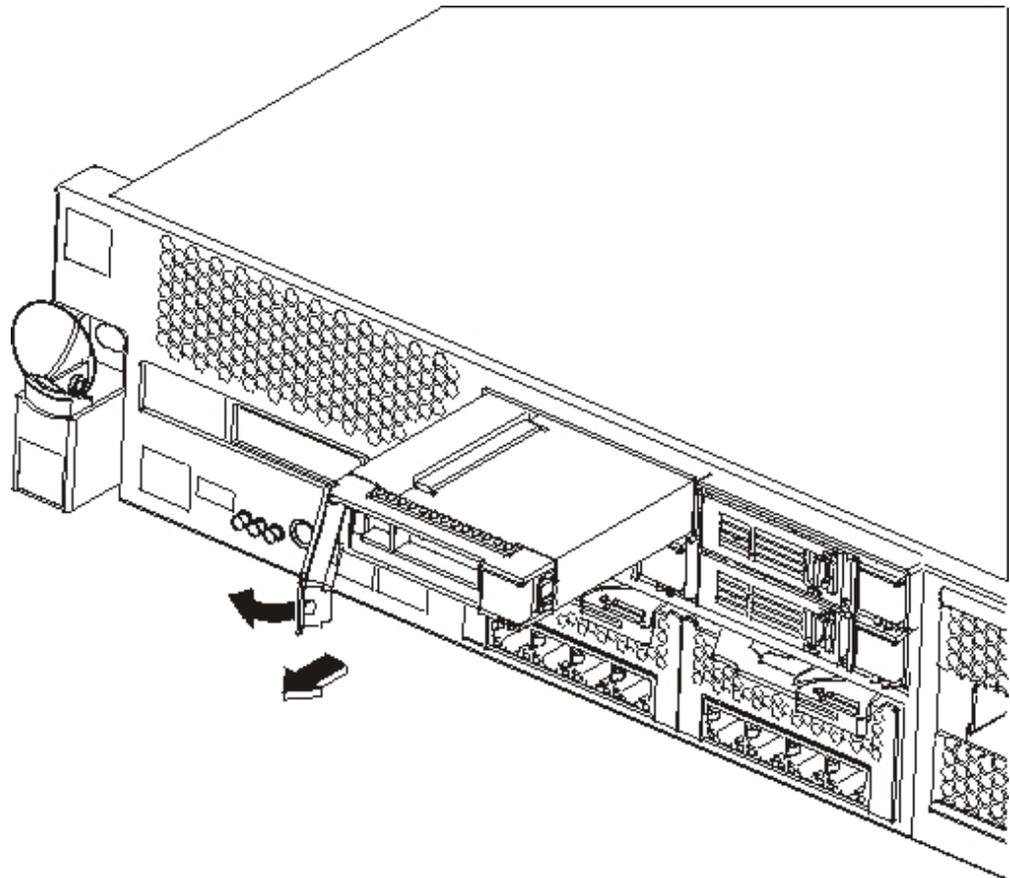

Abbildung 17. Festplattenlaufwerkmodul ausbauen (Typ 7199)
2. Drücken Sie auf den blauen Knopf. Der Hebelarm schwingt auf. Die weiteren Schritte sind in Abb. 17 gezeigt.